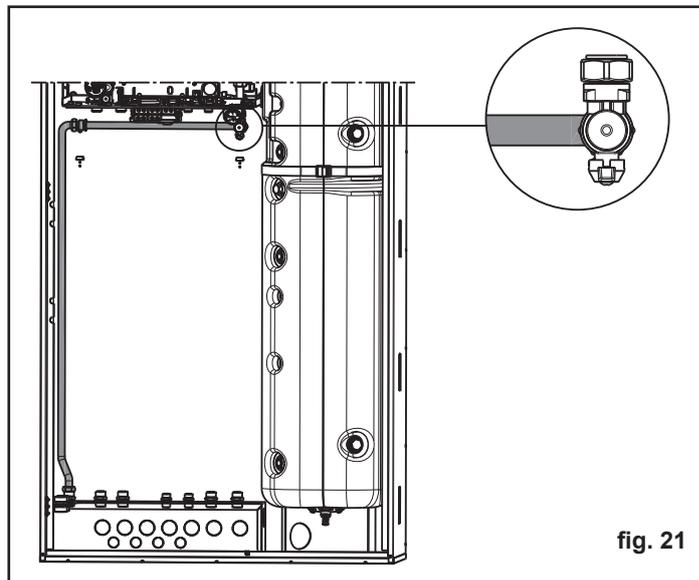

fig. 21
- assemblare la rampa gas e la prolunga come indicato in fig. 21